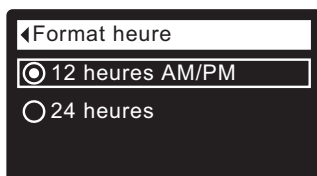

FIG. 60
1. À partir d'un écran d'état dynamique, appuyez sur le sélecteur (O) pour afficher le **Menu principal**.
3. Appuyez sur le sélecteur (O) pour afficher le menu des préférences utilisateur.
5. Appuyez sur le sélecteur (O) pour afficher le menu du format heure (cf. Figure 60).
6. Si le cercle à côté du format souhaité a déjà un point (cf. Figure 60), passez à l'étape 7. Sinon, appuyez sur le bouton BAS (▼) ou HAUT (▲) pour passer à l'autre format, puis sur le sélecteur (O) pour confirmer votre choix.
7. Appuyez sur le sélecteur (O) : l'afficheur revient au menu des préférences utilisateur.